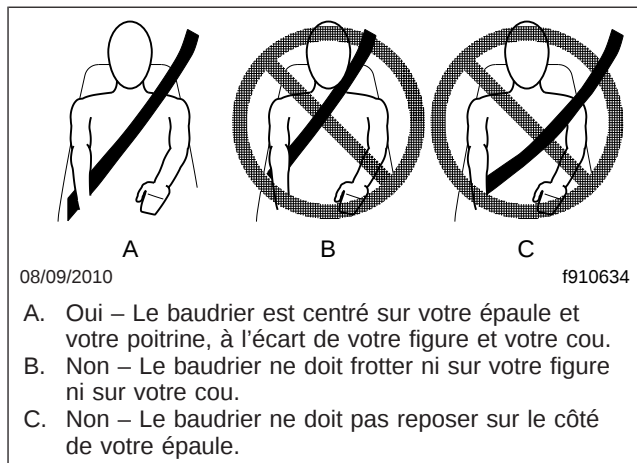

Fig. 6.9, Position appropriée du boudrier
et votre cou. Voir la **figure 6.9**. Si vous le souhaitez, bloquez le dispositif Komfort Latch ou Komfort Latch coulissant comme suit :
5. Placez diagonalement le boudier sur votre poitrine à l'aide du support boucle en D réglable (si équipé). Le boudier doit être centré sur votre épaule et votre poitrine, à l'écart de votre figure et votre cou. Voir la figure 6.9.